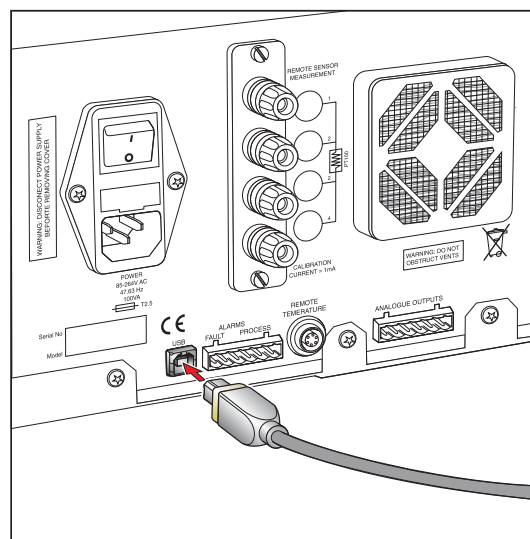

Рис. 12 Порт USB
1. Проверьте положение разъема и аккуратно подключите его к порту с меткой **USB** (см. *рис. 12*).